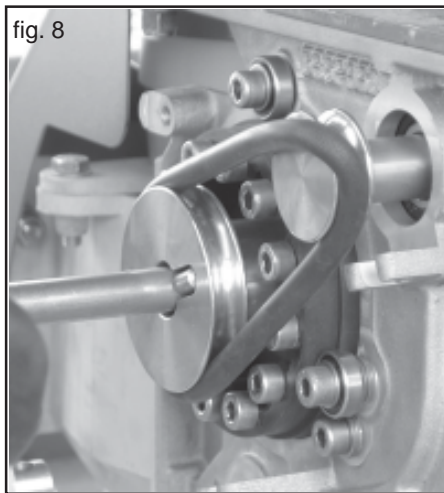

fig. 8
- Pour désactiver l'agitateur, soulever la courroie ronde sur le bord de la poulie motrice et, sur le côté opposé, tourner facilement le rouleau doseur dans la direction d'entraînement. La courroie sautera (Fig. 8).